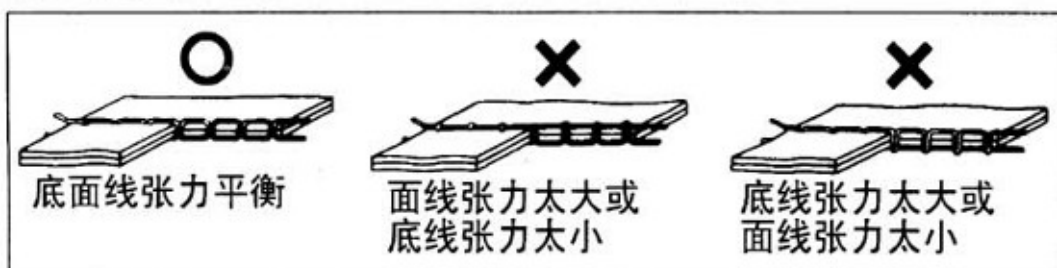

图 12
- (1) 若调节针距，则在压下“push”时，旋转针距标盘。
- (2) 压下倒缝操纵杆可进行倒缝。
- (3) 按下倒缝按钮后可实现倒缝。
- (4) 通常如图所示沿机壳侧面安装倒缝按钮，如需倒缝则按下按钮。
15、调整线张力（图 12）：